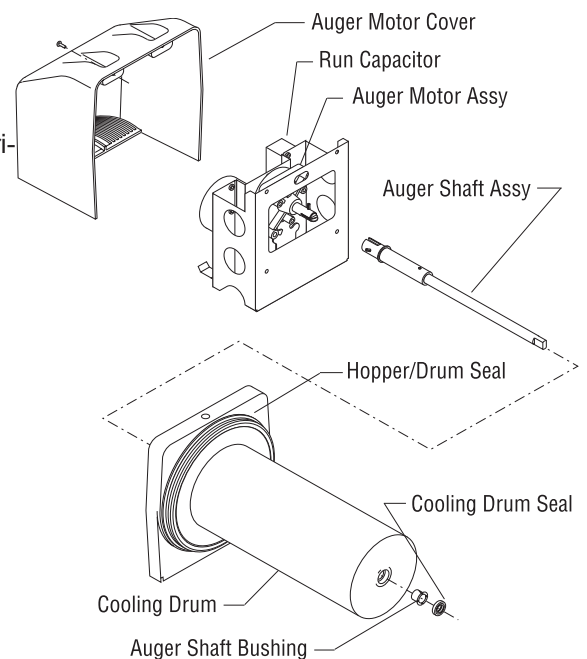

Figura 1
- Consulte la Figura 1 y deslice el buje azul nuevo en el tambor de enfriamiento.
- Consulte el Manual de Servicio y Operación para el ensamblaje y procedimientos de instalación de las tolvas. Instale sellos de tolva/tambor y sellos del grifo nuevos incluidos en el kit. Ver Figura 1 y 4.